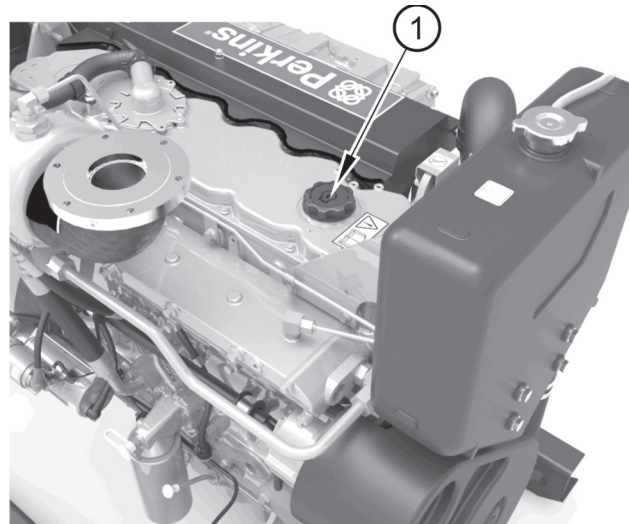

Abbildung 31
6. Nehmen Sie den Ölfülldeckel (Abbildung 31, Nummer 1) ab.